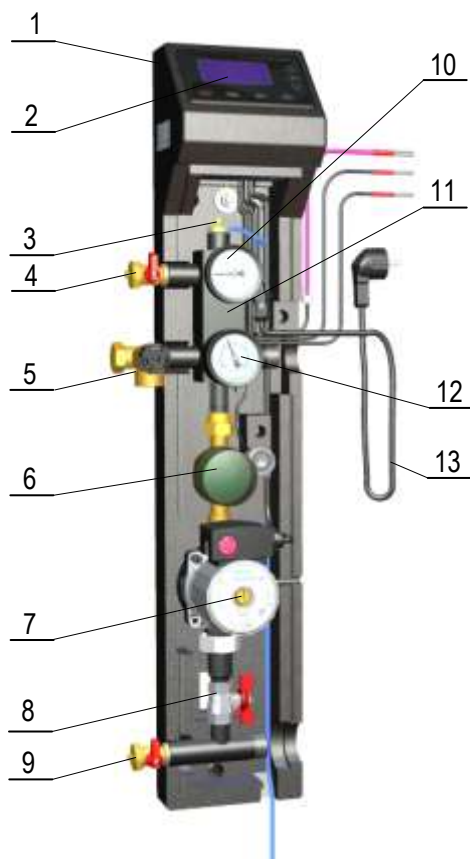

Abb. 1
**Pump- und Steuereinheit [ZPS] (Abb. 1) besteht aus:**